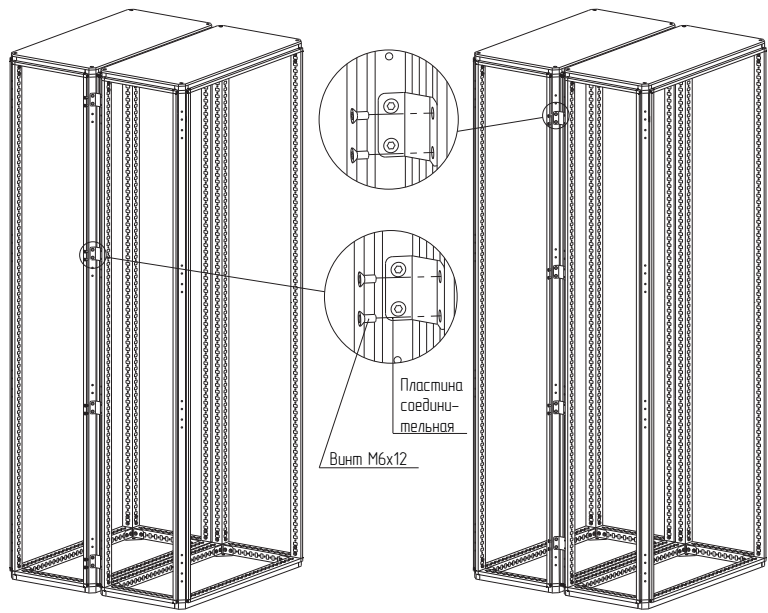

Рисунок 66
4.38.2 Закрепить пластину соединительную на нужной высоте к стойкам каркасов винтами М6×12 (рисунок 66). Момент затяжки – 7 Н·м.